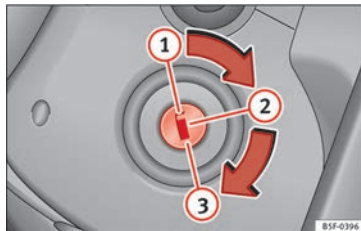

Fig. 177 Positions de la clé de contact.
» fig. 177.
- Retirez la clé de contact d'allumage sur la position ① » fig. 177 » .